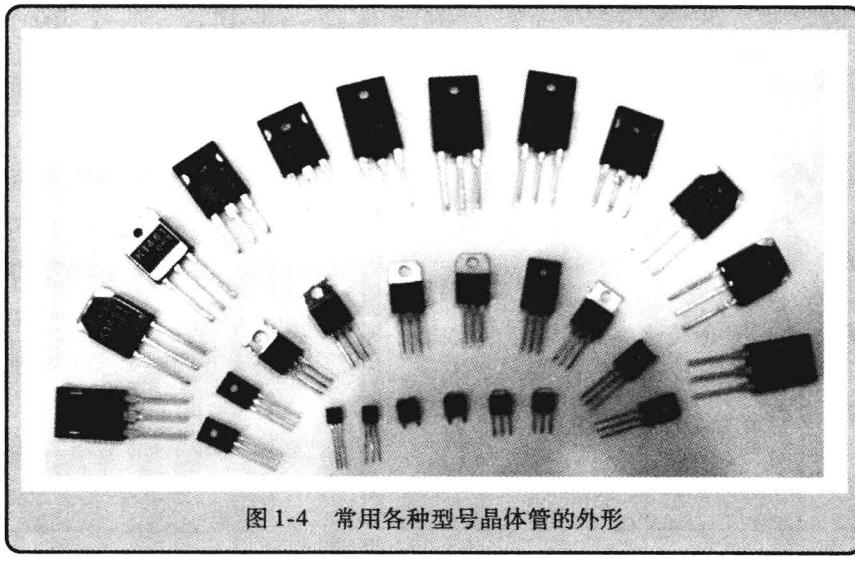

图 1-4 常用各种型号晶体管的外形
(1) 类型判别 晶体管管脚一般可根据外壳上的标记判别,也可根据晶体管的型号从手册中查得,常用各种型号晶体管的外形如图 1-4 所示。无论是 NPN 型还是 PNP 型晶体管,它们都包含有两个 PN 结。因此,可根据 PN 结的正向电阻小,反向电阻大的特点,用万用表的电阻档( $R \times 100$  或  $R \times 1k$ )来判别。